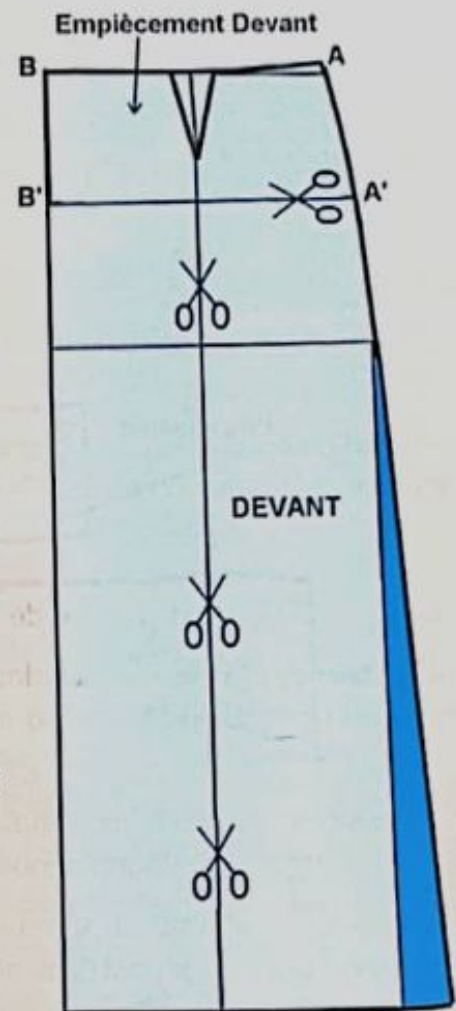

FIG. 2
- Tracez les plis sur la partie inférieure de la jupe, le pli plat étant situé sous la pince de la taille. Tracez une verticale sur le prolongement de la ligne milieu pince. Découpez cette verticale (fig.2).